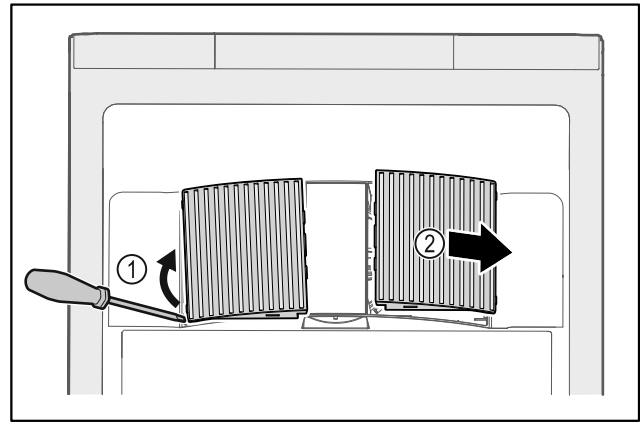

Fig. 46
- ▶ Scoateți cu grijă capacele ventilatoarelor de pe partea laterală Fig. 46 (1) și scoateți-le spre partea din față Fig. 46 (2).